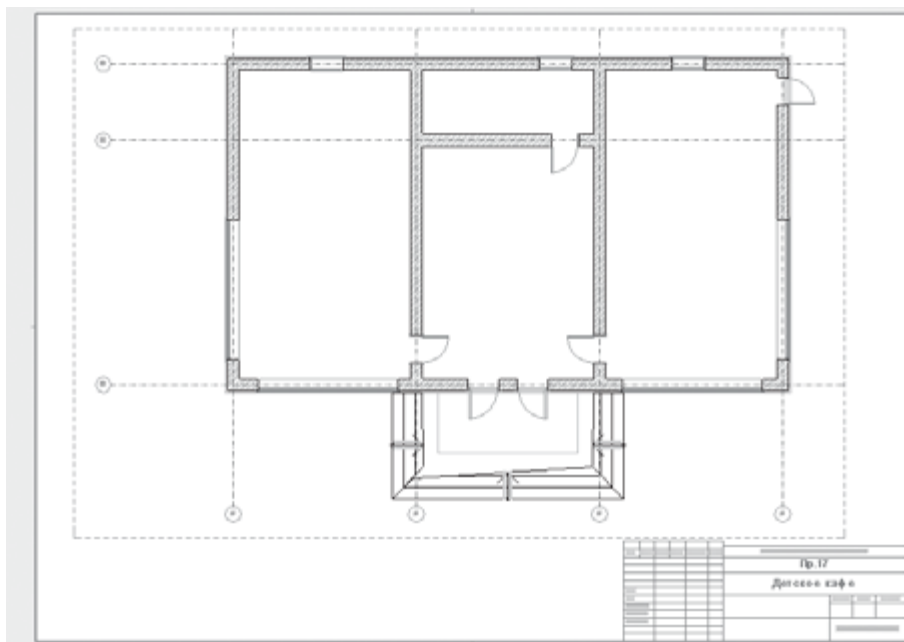

Рис. 13.13. Отредактированный вид на шаблоне чертежа
6. Наконец, передвиньте вставленный вид на необходимое место, выполнив перемещение (рис. 13.13).